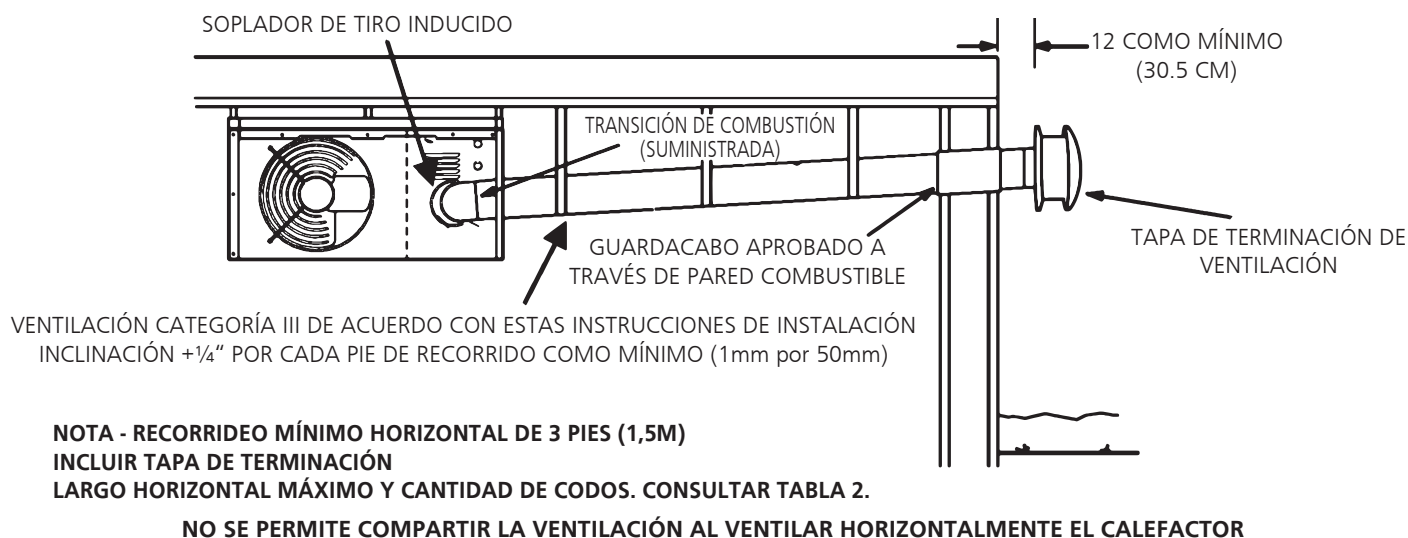

FIGURA 5
1. Para instalaciones residenciales horizontales, estas unidades están certificadas como artefactos categoría III. **Ventilación A - Recomendaciones generales y requisitos y C - Ventilación horizontal general y E - Ventilación horizontal residencial.** Consulte la **figura 5**.